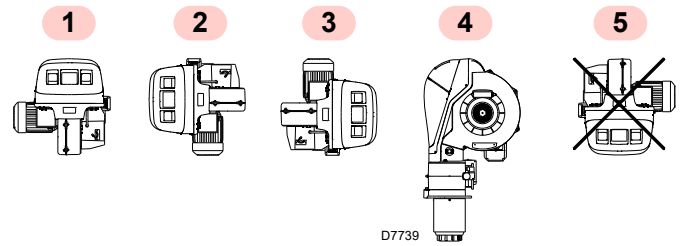

Abb. 12
- die Kategorie des Gerätes / die Bestimmungsländer (I).
- Der Brenner ist ausschließlich für den Betrieb in den Stellungen **1**, **2**, **3** und **4** (Abb. 12) ausgelegt.